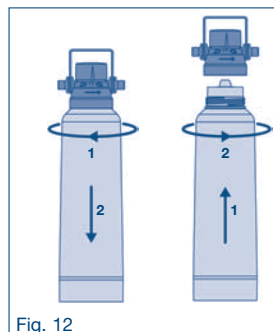

Fig. 12
2. Ruotare la cartuccia filtrante in senso orario dal coperchio del filtro (vedi Fig. 12).
4. Installare una nuova cartuccia filtrante come descritto nel capitolo 6.7 (vedi Fig. 12).